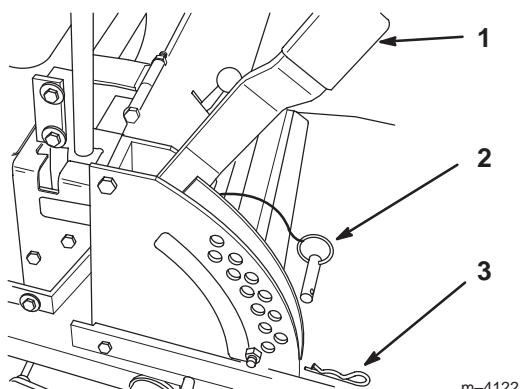

Figure 24
1. Relevez le levier de sélection de hauteur de coupe en position de transport (qui correspond aussi à la hauteur de coupe de 114 mm) (Fig. 24).
2. Pour changer de hauteur de coupe, retirez la goupille fendue et l'axe de chape du support de hauteur de coupe (Fig. 24).
3. Placez l'axe de chape dans le trou du support correspondant à la hauteur de coupe voulue (Fig. 24).
4. Fixez l'axe de chape avec la goupille fendue (Fig. 24).